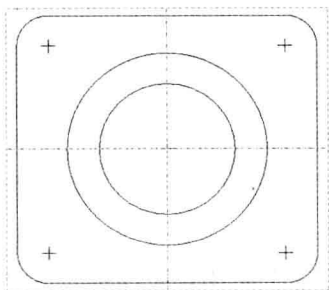

图 2-53 绘制同心圆
Step 04 向圆内侧移动鼠标指针至合适位置，单击鼠标左键，即可通过同心圆绘制圆，单击鼠标中键，完成同心圆的绘制，如图 2-53 所示。